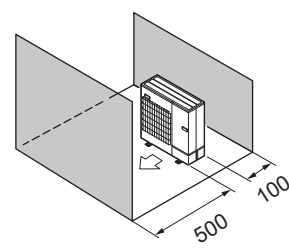

Fig. 2-11
- ⑤ Көдергілер тек алдыңғы және артқы жағында (Fig. 2-11)